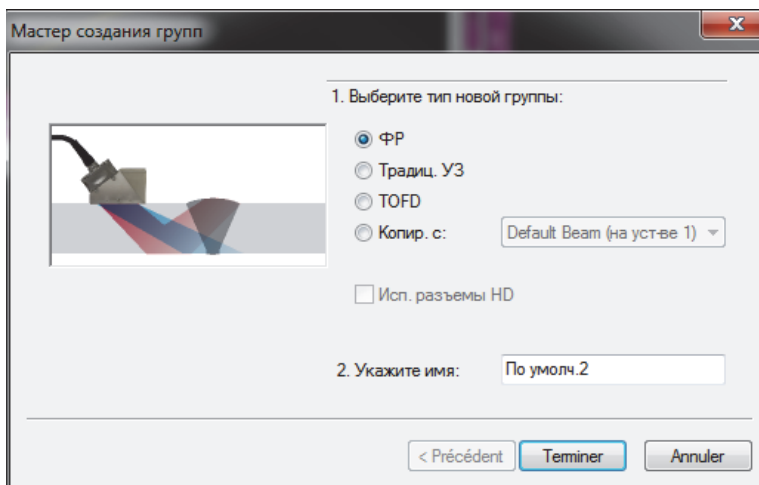

Рис. 4-4 Диалоговое окно Мастер создания групп
2. В открывшемся диалоговом окне **Мастер создания групп** (Рис. 4-4 на стр. 107) выполните следующее: